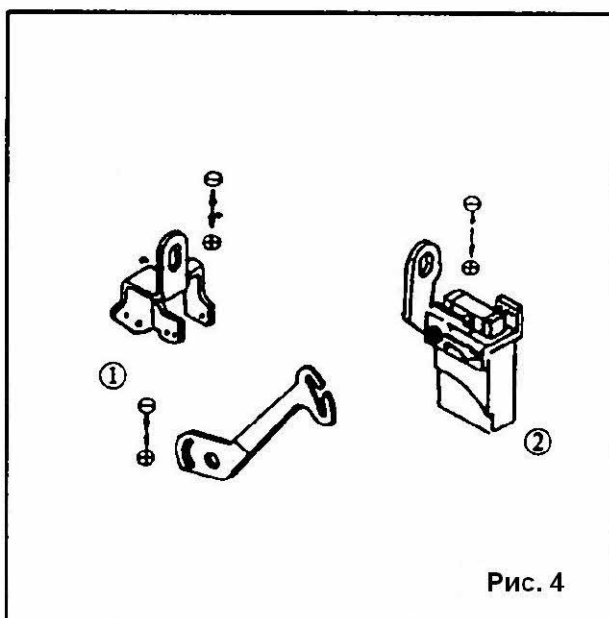

Рис. 4
2. Контроль игольной нити, Рис. 4